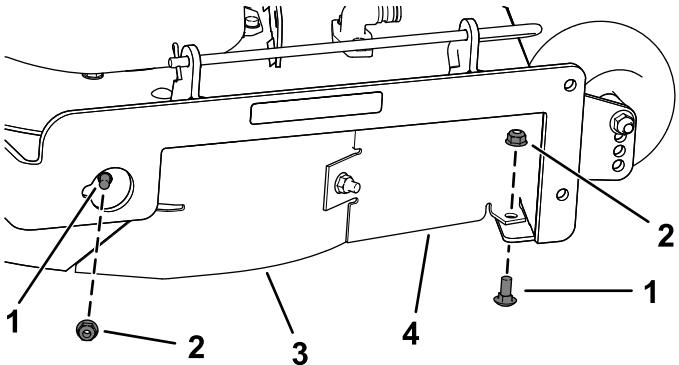

Figure 13
- Retirez les 2 boulons de carrosserie (5/16" x 3/4") et les 2 contre-écrous (5/16") qui fixent le déflecteur droit et sa protection au plateau de coupe (Figure 13).